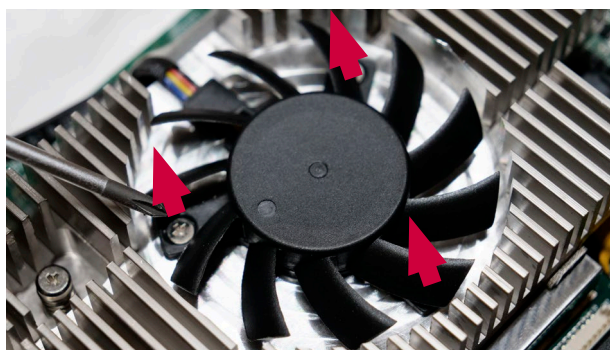

Abbildung 29 Entfernen der Schrauben vom Lüfter
b) Lösen Sie die drei Schrauben, mit denen der Lüfter befestigt ist (Abbildung 29)
- f) Setzen Sie die drei Schrauben, mit denen der Lüfter gesichert wird, ein und ziehen Sie sie an (max. Drehmoment 0,3 Nm) (Abbildung 29)